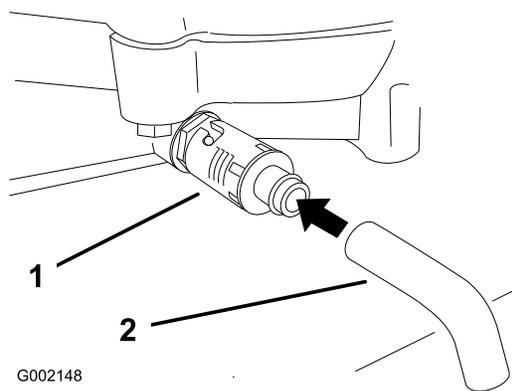

Figura 19
- Collocate una bacinella sotto lo spurgo. Girate la valvola di spurgo dell'olio per lasciare defluire l'olio (Figura 19).